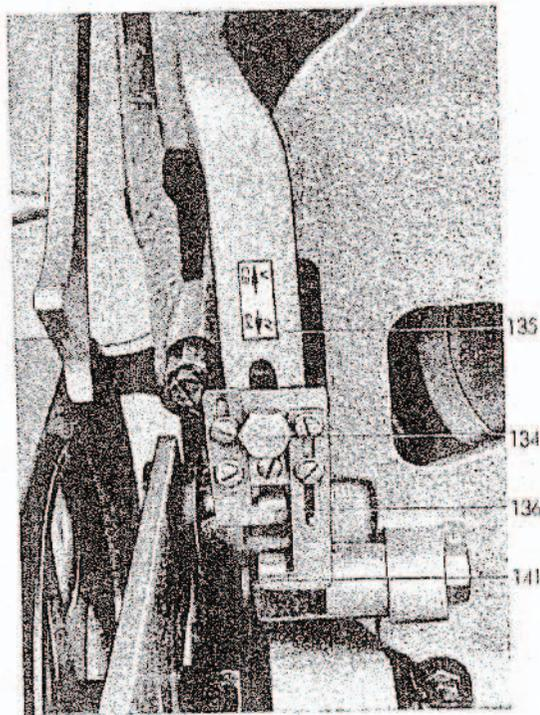

Abb. 33
2. Schraube 134 (Abb. 33) lösen und die Verlängerung 135 am Klammerschließhebel so weit in Pfeilrichtung $\leftarrow \frac{V}{CA}$ schieben, bis sie am Anschlag 136 anliegt. Schraube 134 wieder fest anziehen.
2. Schraube 134 (Abb. 33) lösen und die Verlängerung 135 am Klammerschließhebel so weit in Pfeilrichtung $\frac{N}{CA} \rightarrow$ schieben, bis sie am Anschlag 151 anliegt. Schraube 134 wieder fest anziehen.